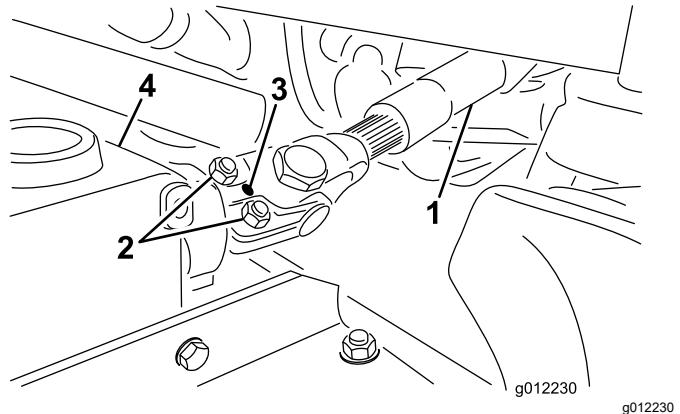

図 30
- ロールピンを使って、ヨークを刈り込みデッキのギアボックスに固定する図 30。
D. ヨークとギアボックスを接続しているロックナットを締め付ける図 30。ロックナットを 175-225 in-lb 20-25 N·m=2.0-2.6 kg.mにトルク締める。